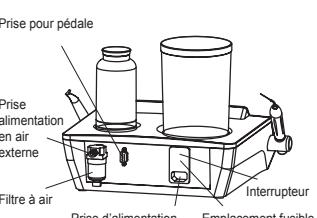

Figure 2 Vue de dos
- 2.6.6 Mettre l'interrupteur sur off, brancher le cordon d'alimentation sur la prise située à l'arrière de l'unité principale, puis brancher au secteur, comme le montre la figure 2. Avertissement 1 : Lorsque le cordon d'alimentation est branché sur secteur, il doit être relié à la terre. En cas de fonctionnement sur secteur, ne pas placer ni installer le produit à un endroit où il est difficile de déconnecter l'alimentation.